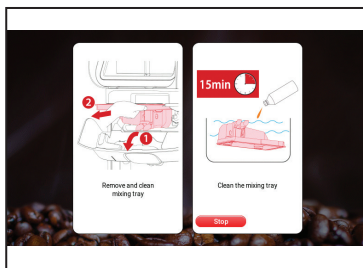

Fig.6
5. Afișajul va arăta **CURĂȚAȚI CUTIA FRIGORIFICĂ, APĂSAȚI ENTER PENTRU CONFIRMARE**, apăsați **ENTER** pentru confirmare și continuare. Afișajul va arăta: **SCOATEȚI ȘI CURĂȚAȚI TAVA DE AMESTECARE** (Vezi Fig.6). Urmați instrucțiunile de pe ecran pentru curățarea tăvii.